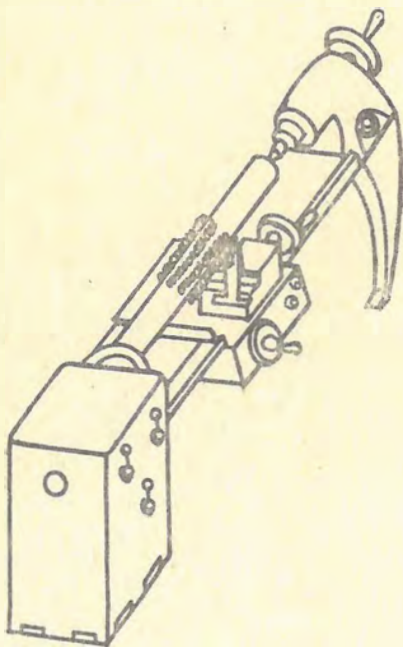

Fig. 9
- 4º Una vez terminado el recargue, se deja enfriar el eje completamente y se monta al torno, entre puntas. Luego se verifica que no haya deformaciones; si las hay, es necesario enderezar el eje. Si está perfectamente centrado, se procede a torneear la soldadura hasta obtener un diámetro igual a la parte no desgastada de dicho eje ( Fig. 9 ).